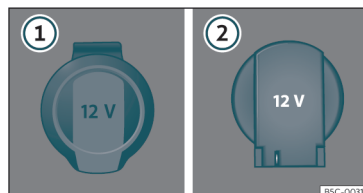

Fig. 140 Toma de corriente de 12 voltios: ① en el interior del reposabrazos delantero, ② en el maletero.
- Eleve la tapa de la toma de corriente >>> **fig. 140 ①**.
- Eleve la tapa de la toma de corriente >>> **fig. 140 ②**.